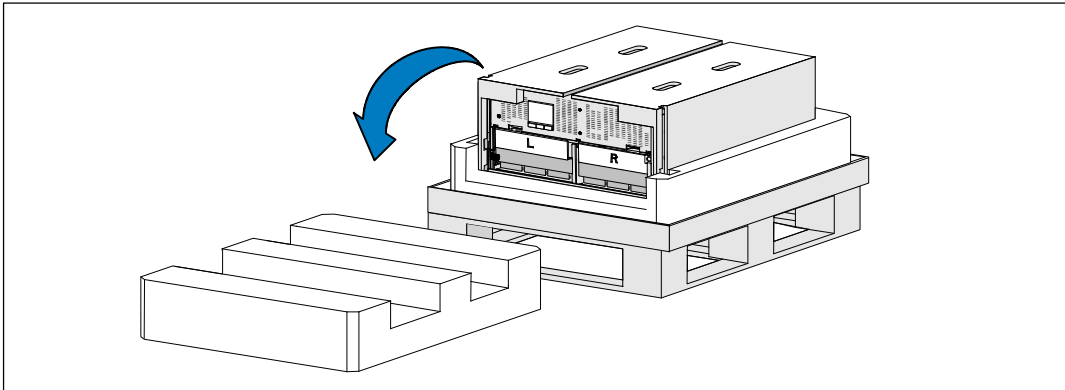

Figura 6. Remoción de la sección superior del Styrofoam
- 4 Retire la sección superior de Styrofoam y colóquela sobre una superficie plana, estable cercana (véase Figura 6).